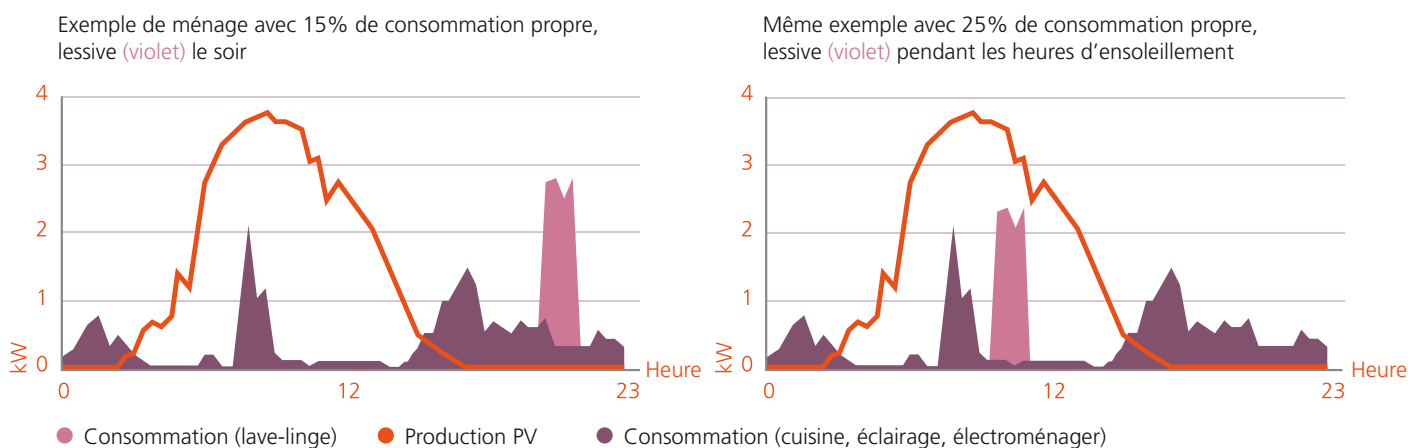

Figure 4: Augmentation de la consommation propre en faisant les lessives pendant la période de forte production solaire (source: VESE).
- **automatiquement:** un système de commande décale l'enclenchement des appareils aux heures où la production solaire est la plus importante. Le lave-linge sera par exemple programmé pour être enclenché automatiquement quand l'ensoleillement est suffisant. Si cette procédure est appliquée de manière systématique, la part de consommation propre augmente généralement d'environ 10%. Le chapitre 3 décrit le déroulement précis de ce processus. La figure 4 montre comment la consommation propre peut être augmentée en décalant les lessives du soir vers la période de production solaire.